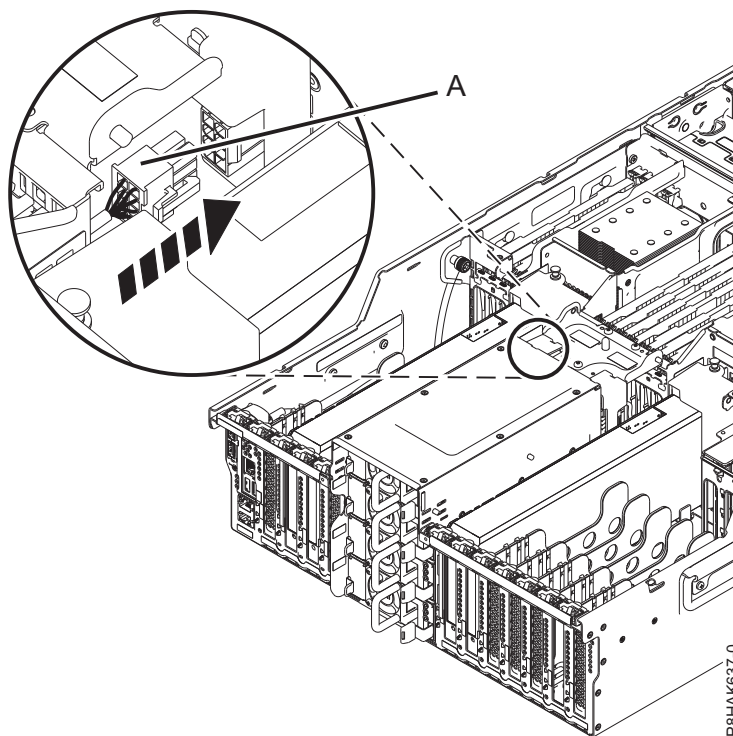

Figura 6. Ligar os cabos de alimentação para o adaptador GPU adaptador PCIe no sistema 8247-42L
7. Se estiver a instalar ou a substituir o Adaptador PCIe gen3 x16 GPU (FC EC47 ou EC4B) num sistema 8247-42L, ligue o cabo de alimentação auxiliar (A) aos seus conectores no painel posterior do sistema, como apresentado na Figura 6 na página 8, e, em seguida, continue com o passo 8 na página 8.